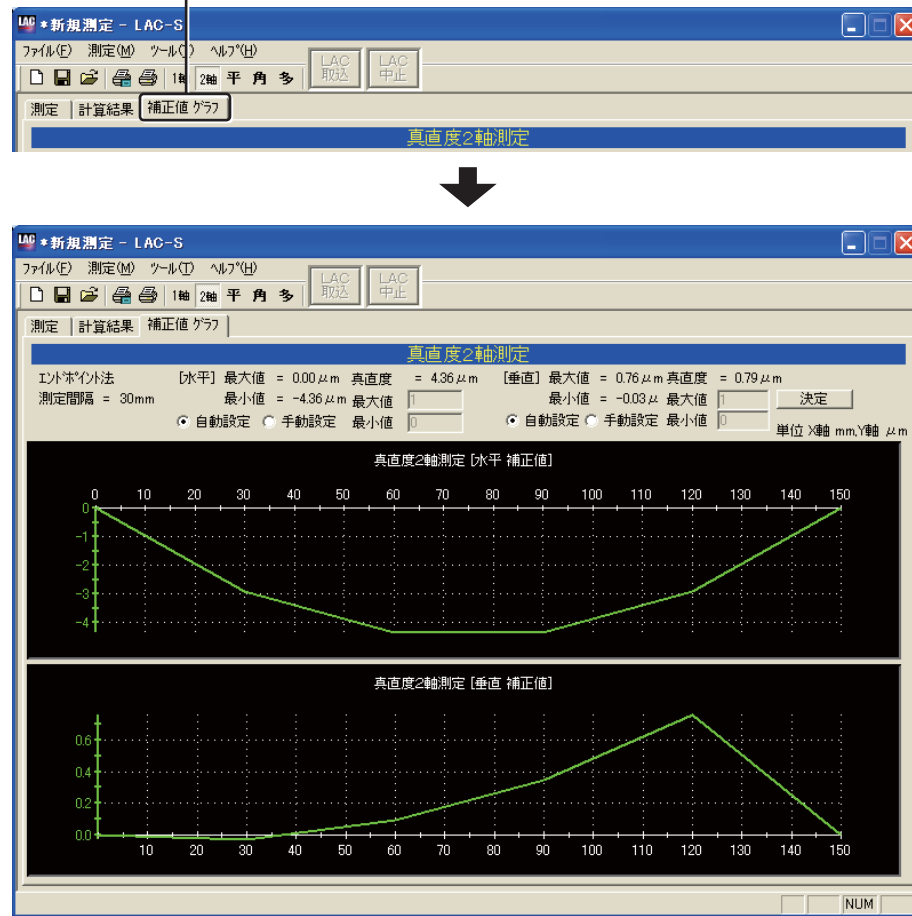

図5-6-12
5.6.2で行った計算結果がグラフで表示されます。真直度2軸測定画面の[補正值グラフ]タブをクリックすると「測定値グラフ」が表示されます(図5-6-12)。